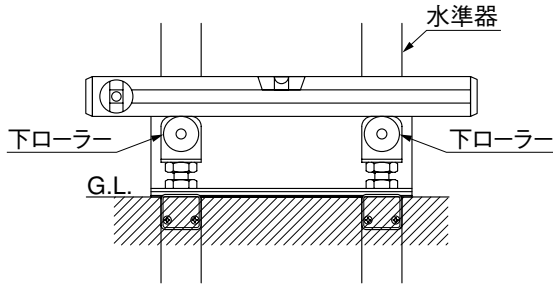

図4-1
- ① 最初に下ローラーの上に水準器等を置き、水平確認を行なってください。（図4-1参照）